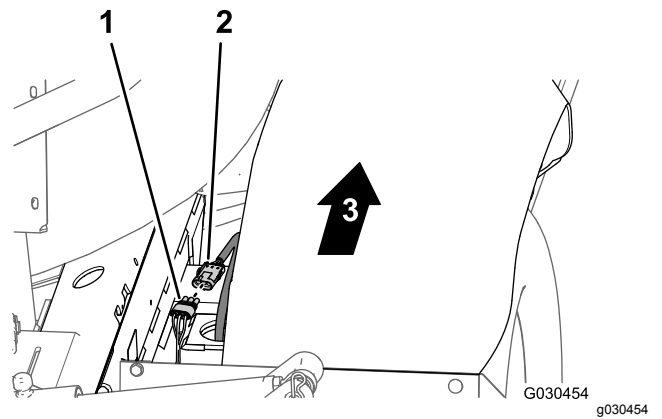

图36
1. 在机器后部右机架管与右挡泥板之间将右液压驱动马达上速度传感器线束的 3 针接头从后主线束的 3 插槽接头中断开 图36。